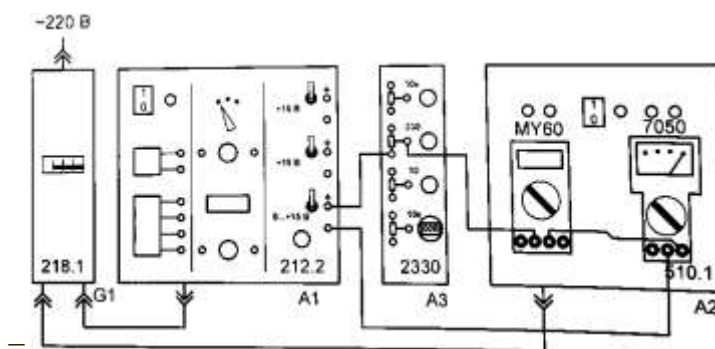

Рисунок 11 – Схема калибровки амперметра
–соедините аппаратуру в соответствии со схемой электрической соединений (рис.11).